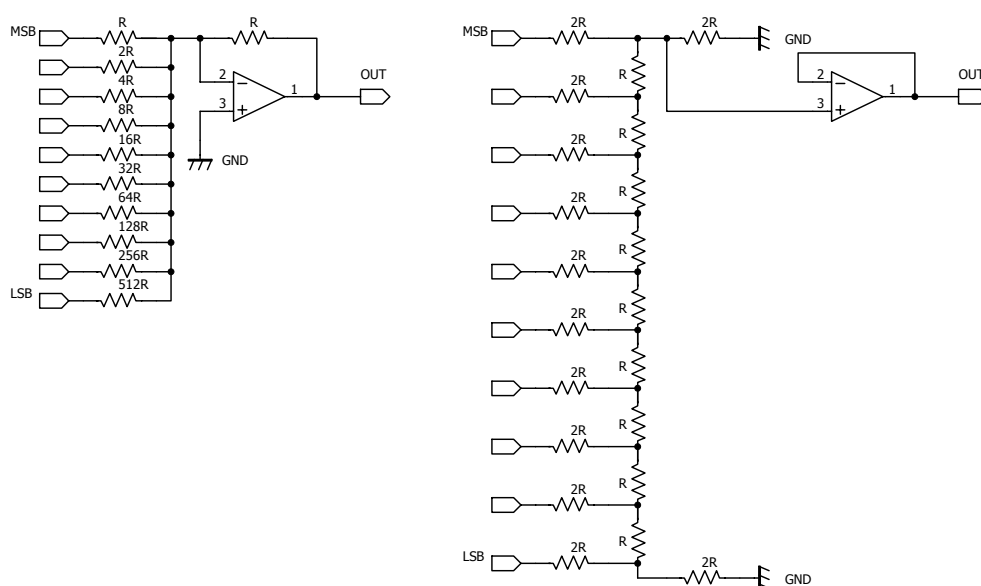

図. 5.8: DA変換器の原理。
**DA変換：** デジタルデータをアナログの電圧に変換します。基本的には、加算回路で実現することができます。図5.8(左)に示すように、オペアンプを使った加算回路の帰還抵抗 $R$ に対して、デジタルデータの最上位ビットに対応して入力抵抗 $R$ を、次のビットに対して $2R$ を、以下順次に最下位ビットに対して $2nR$ をスイッチで接続します。スイッチは、電源電圧かGNDに接続します。しかしこの方法では、相対的な抵抗精度が厳しく、現実的ではありません。一般的には、図5.8(右)に示すように、 $R$ - $2R$ ラダーと呼ばれる構成の抵抗回路を使います。